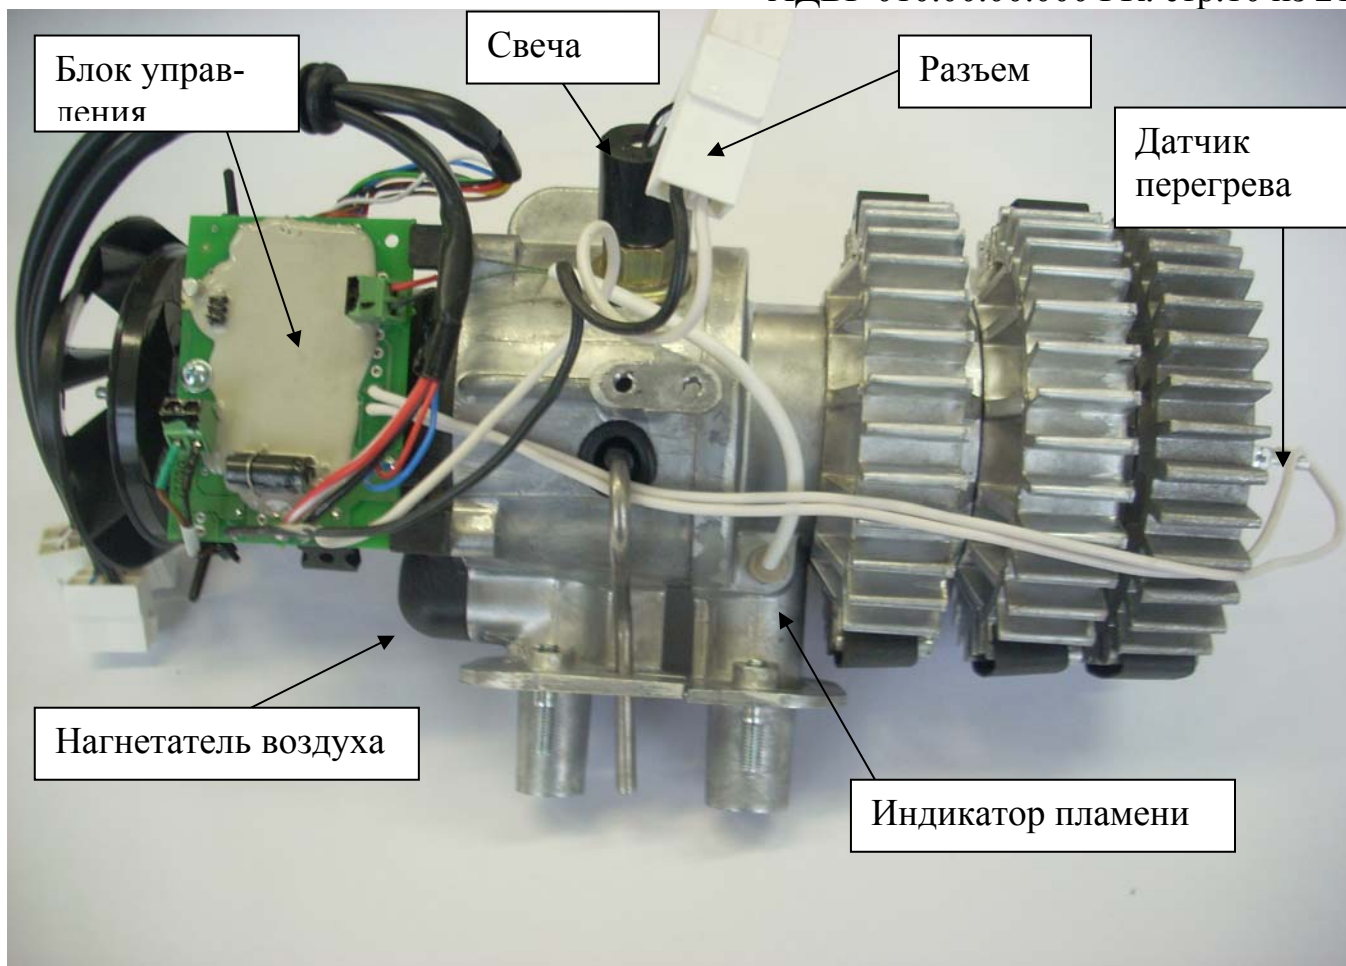

Рис.1- Блок нагревателя
- разъединить разъем (см. рис.1);
Датчик перегрева см. рис.1 служит для контроля температуры нагрева теплообменника. При достижении теплообменником температуры свыше 250 °С датчик перегрева размыкает электроцепь, при этом происходит автоматическое выключение отопителя. Поводом для замены может служить отключение отопителя при температуре теплообменника ниже 250°С или по причинам, указанными в табл. 2.
- отсоединить контакты проводов от датчика перегрева и отвернуть винты крепления датчика снять датчик перегрева (см. рис. 1);
- вывернуть индикатор из корпуса теплообменника (см. рис. 1).
- разъединить свечной разъем ( см. рис.1);